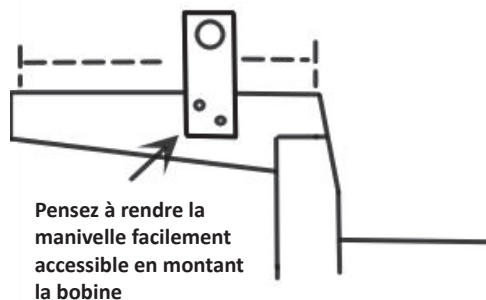

Figure 1
1. Déterminez l'emplacement de la bâche. L'enrouleur à bâche doit être monté sur le dessus du devant de la remorque ou au-dessus de la cabine, sur la protection de cabine de la benne basculante. Pour éviter que tout dommage soit causé par les matières chargées dans la benne, l'enrouleur à bâche doit être monté en dehors de l'espace de chargement de la benne basculante. Vérifiez également que l'emplacement est accessible pour l'enroulement de la bâche. (Figure 1)